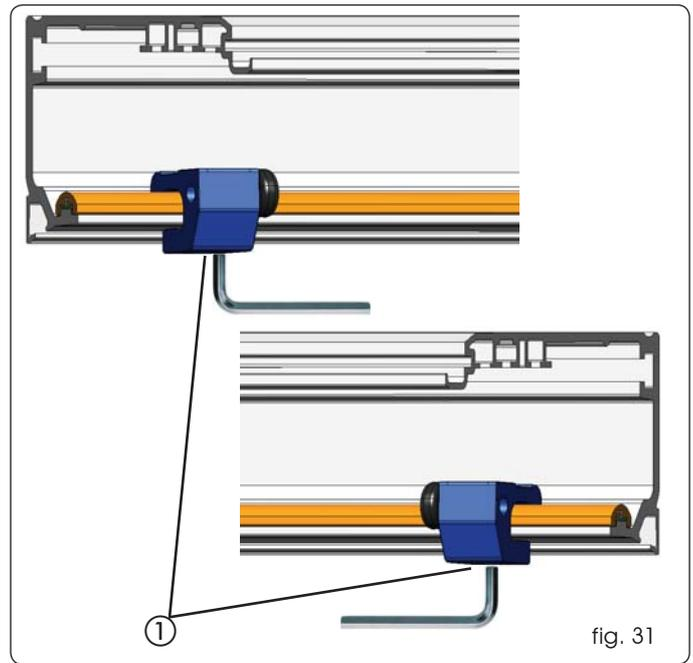

fig. 31
- Desserrer les vis à six pans creux des arrêts mécaniques (fig. 31 réf. ①) et amener ces derniers aux extrémités du profil de soutien.